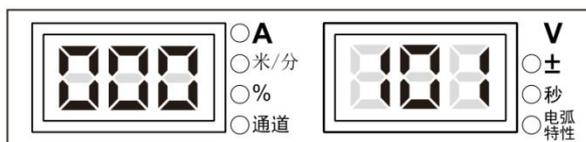

图3-41 软硬件版本查询界面
2. 按**执行**键确认后，可通过调节焊接电源面板旋钮查询软硬件版本号，如图 3-41 所示。